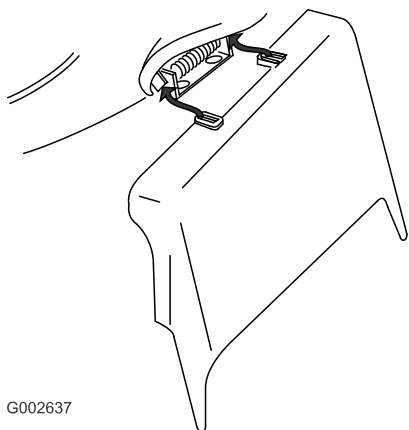

Рисунок 37
3. Установите боковой желоб для выброса и закройте дверцу на желобе (Рисунок 37).